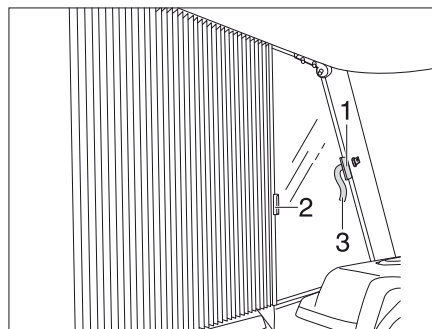

Bild 87 Plisségardiner för arfar- och passagerarfönster
- Öppna kardborrbandet på säkringsbandet (Bild 87,3) på båda sidor.
- Ta tag i handtagen (Bild 87,1 och 2) i plisségardinen och dra försiktigt ihop dem tills magnetlåset håller plisségardinen stängd.
- Dra försiktigt tillbaka plisségardinen i handtagen (Bild 87,1 och 2).
- Säkra plisségardinen med kardborrbandet på säkringsbandet (Bild 87,3).